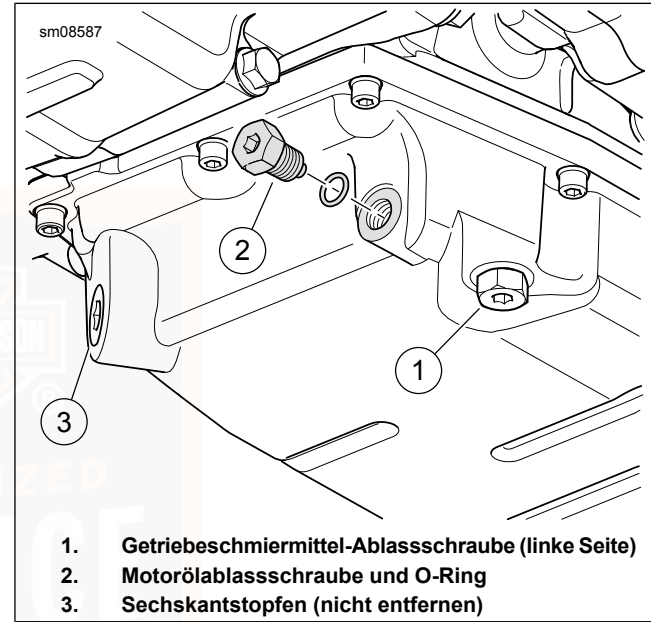

Abbildung 93. Ölwanne
3. Siehe Abbildung 93. Die Ölablassschraube (2) und den O-Ring entfernen. Das Öl vollständig ablaufen lassen.